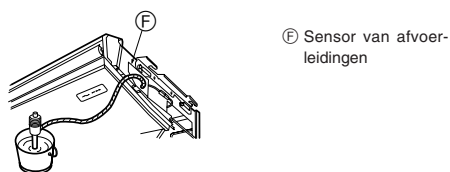

Fig. 5-3
1. Maak de bij het apparaat meegeleverde sokverbinding ⑤ vast aan de uitlaatopening van het apparaat met een vinyl-chloride-lijm.
2. Maak de bij het apparaat meegeleverde mofbedekking ⑥ vast aan de sokverbinding ⑤.
3. Maak de buiten het apparaat lopende afvoerleiding (VP-20) vast aan de sokverbinding ⑤ met een vinyl-chloride-lijm.
4. Wikkel de bij het apparaat meegeleverde afvoerleidingsbekleding ⑦ om de afvoerleiding heen. (Doe plakband over de naad heen)
5. Controleer dat de afvoer goed werkt. (Fig. 5-3)